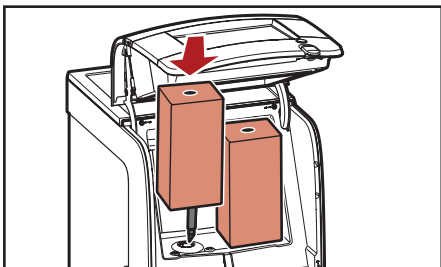

Bild 4.1 - Placering av produktförpackning
4. Sätt i produktpaketet (bild 4.1).